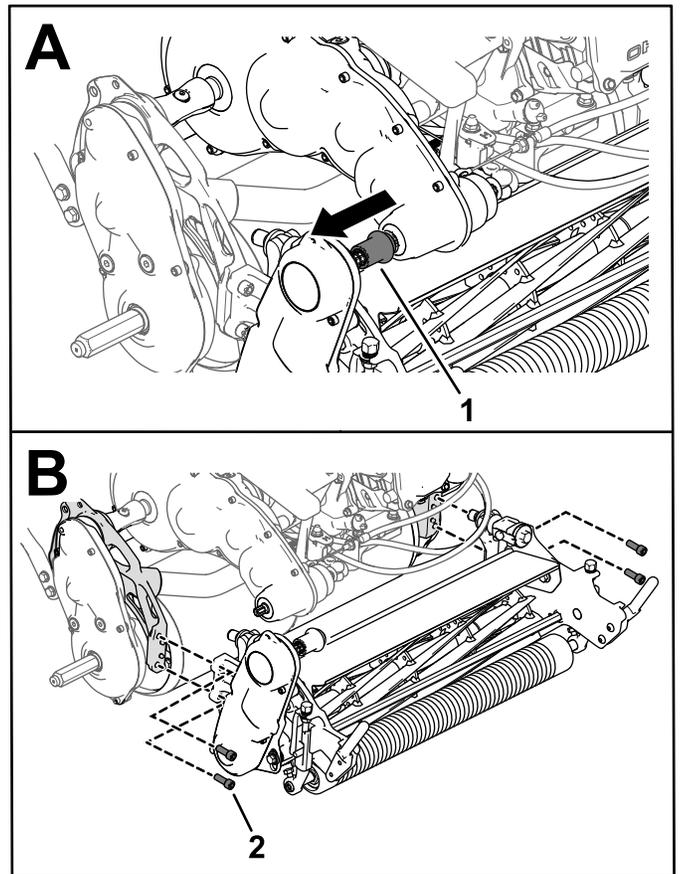

図 50
3. カuttingユニット駆動カップラをトランスミッションの駆動シャフトから外す 図 50。
4. カuttingユニットをフレームに固定しているソケットヘッドねじ4本を外す 図 50。